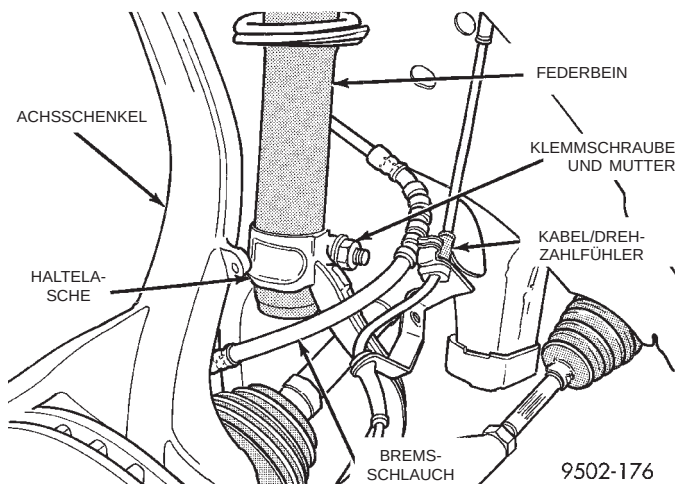

Abb. 14 Klemmschraube an der Haltelasche des Stoßdämpfers
(6) Die Klemmschraube lösen, (Abb. 14) mit der die Haltelasche des Stoßdämpfers am Stoßdämpfer befestigt ist.
(12) Die **Mutter** auf die Klemmschraube der Haltelasche aufschrauben (Abb. 14) und mit einem Anzugsmoment von 88 N·m (65 ft. lbs.) festziehen.